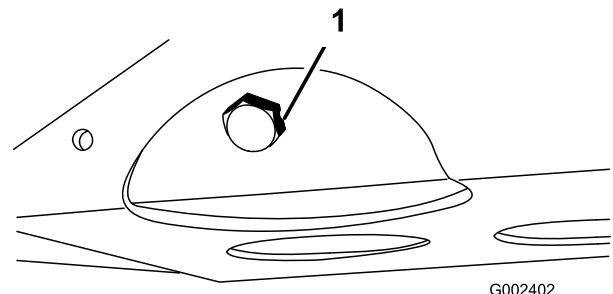

Bild 47
2. Entfernen Sie die Ablassschraube und lassen das Öl in ein Auffanggefäß ab (Bild 47). Schrauben Sie die Ablassschraube wieder ein, nachdem das Öl abgelassen ist.